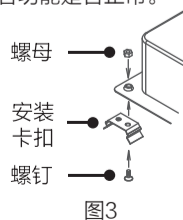

图3
- 2 将4个安装卡扣用随附的安装螺钉固定在产品箱体的相应部位（如图3）。